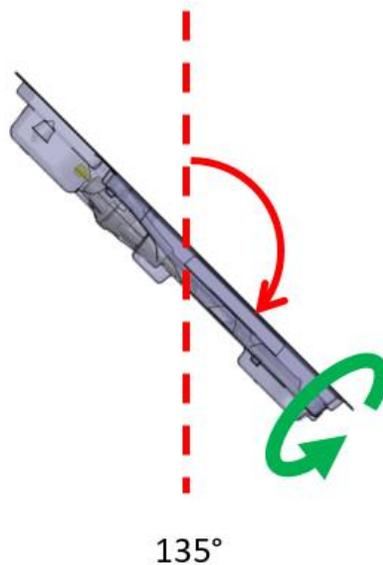

Abbildung 14: UA in 135° -Position
- e. Setzen Sie die Kippbewegung des UA in die 135° -Position fort und wiederholen Sie den im vorherigen Schritt beschriebenen Drehzyklus (*Abbildung 14*).